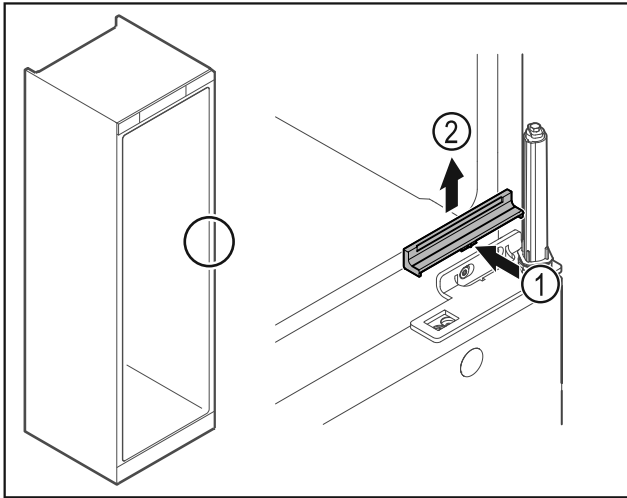

Fig. 26
- ▶ Finoman nyomja be a közepén a burkolatot Fig. 26 (1), és felfelé vegye le Fig. 26 (2).